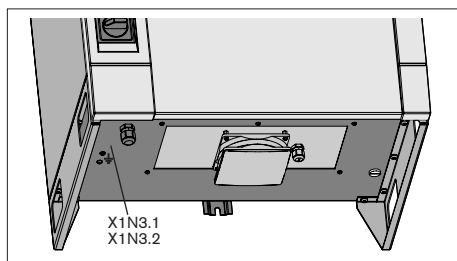
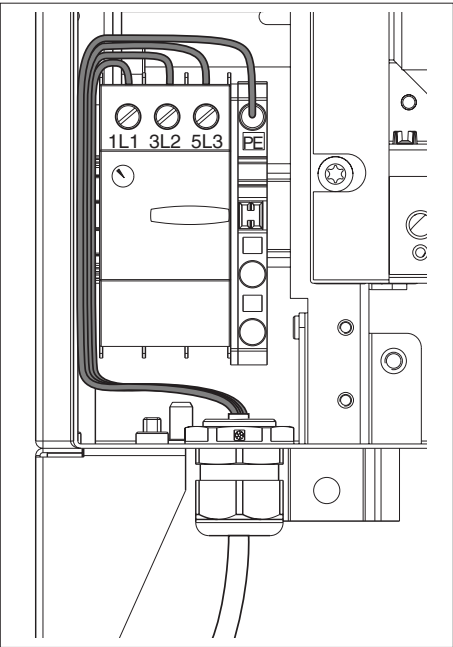

Abb. 5: Schutzleiteranschluss X1N3.1/X1N3.2
Abb. 6: Netzanschlussklemmen
Gefahr von Sach- und Personenschäden! Allein zulässige Schutzmaßnahme gemäß EN 50 178: Schutzerdung. Die Zuleitung zur Systembox muss jeweils einen Schutzleiter (PE) haben. Zusätzlich muss ein Schutzleiter, Mindestquerschnitt 10 mm² Cu, angeschlossen werden – Schnittstelle X1N3.1/X1N3.2 an der Unterseite der Systembox (Abb. 5).
Der Netzanschluss erfolgt an den Schraubklemmen am Netzschalter (Abb. 6). Die Kabelverschraubung (Ø 8 mm - 13 mm) befindet sich im Boden der Systembox (Abb. 5). Der Netzanschluss der SB356 ist inklusive Schutzleiter (PE) 3-phasig ($\geq 4 \times 2,5 \text{ mm}^2$) auszuführen. Zum Schutz gegen Kurz- und Erdschluss muss eine 3-phasige Absicherung vorgesehen werden.